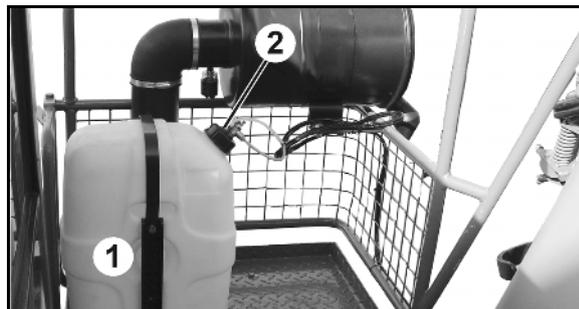
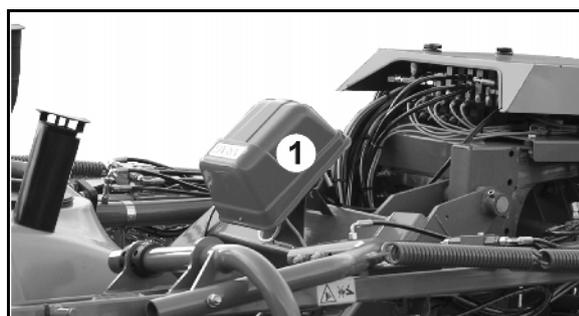

Fig. 102
Fig. 103
Den Abstand der einzelnen Schaumblasen zueinander an der Schlitzschraube (Fig. 102/2) wie folgt einstellen:
- **Schaummarkierung Super-L-Gestänge** Fig. 102/...
- (1) Behälter
- (2) Schlitzschraube
- Kompressor (Fig. 103/1)